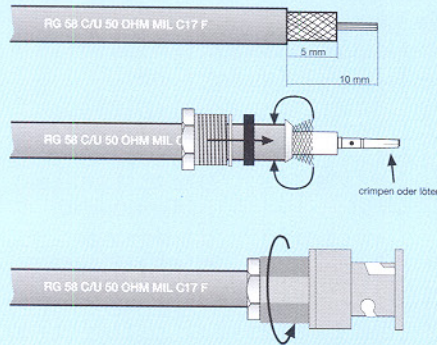

Bild 12: Montage für BNC-Stecker mit Schraubmontage
1. Aufschieben der Schraubhülse und der beiden Distanzscheiben (erst Metall, dann Gummi) und Abisolieren des Kabels (Abbildung 12).
2. Aufschieben des konisch zulaufenden Rings bis zur Isolierung und Aufspreizen sowie Umbiegen und Überstreifen des Abschirmgeflechts über den Kabelmantel (in Abbildung 12 zur besseren Anschaulichkeit noch nicht komplett nach hinten gelegt). Verlöten des Mittenkontakts auf dem Innenleiter.